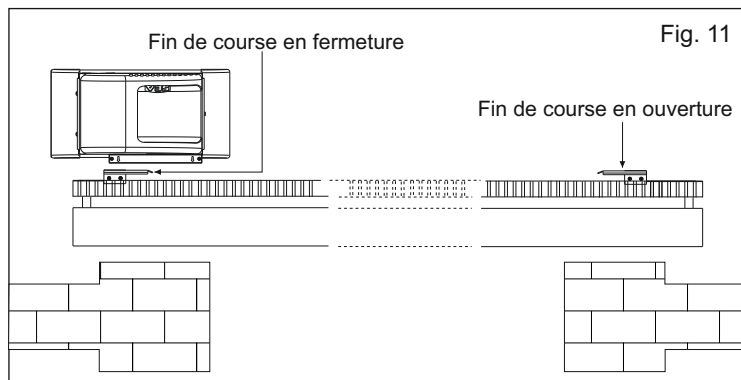

Fig. 11
**6.1.** Pour l'insallation du fin de course en ouverture, il faut suivre les instructions reportées au-dessous (Fig. 11):
**6.2.** Pour l'installation et le réglage du fin de course en fermeture, suivre les instructions reportées au-dessous (Fig. 11):